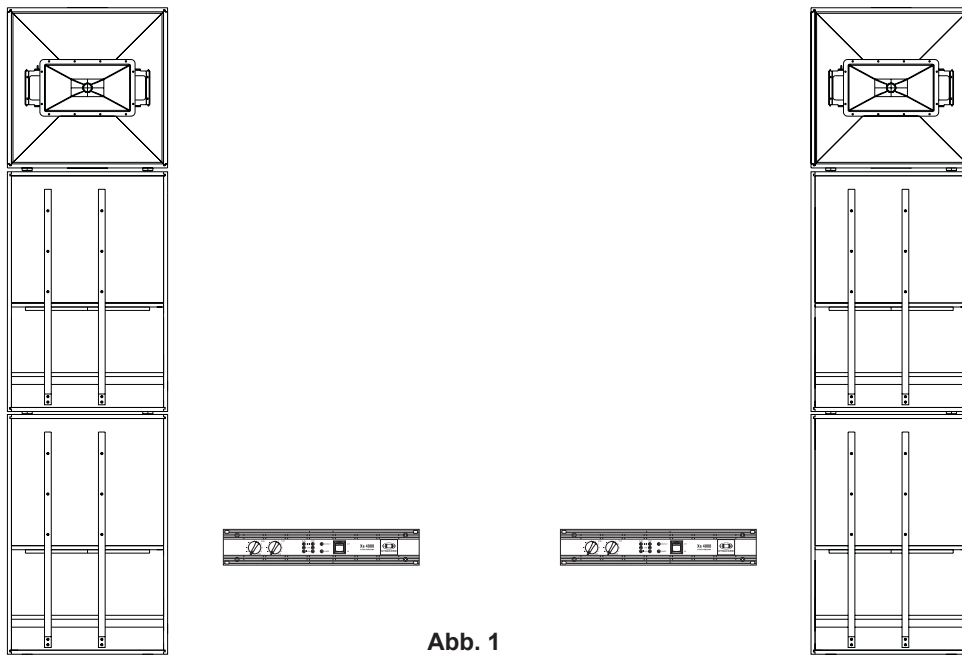

Abb. 1
**Abbildung 1** zeigt eine Standardanlage bestehend aus 2x Xa 4000, 2x FX 12 als Mittel-Hochtonboxen und 4x FX 20 als Bassboxen, die für die verschiedensten Anwendungen universell einsetzbar ist. Durch die Verwendung von 4 FX 20 Basskabinetten ergibt sich ein solides Bassfundament das für Coverbands, Jazzrock und Bassdrum-orientierte Stilrichtungen in mittelgroßen Clubs und Zelten Verwendung findet.